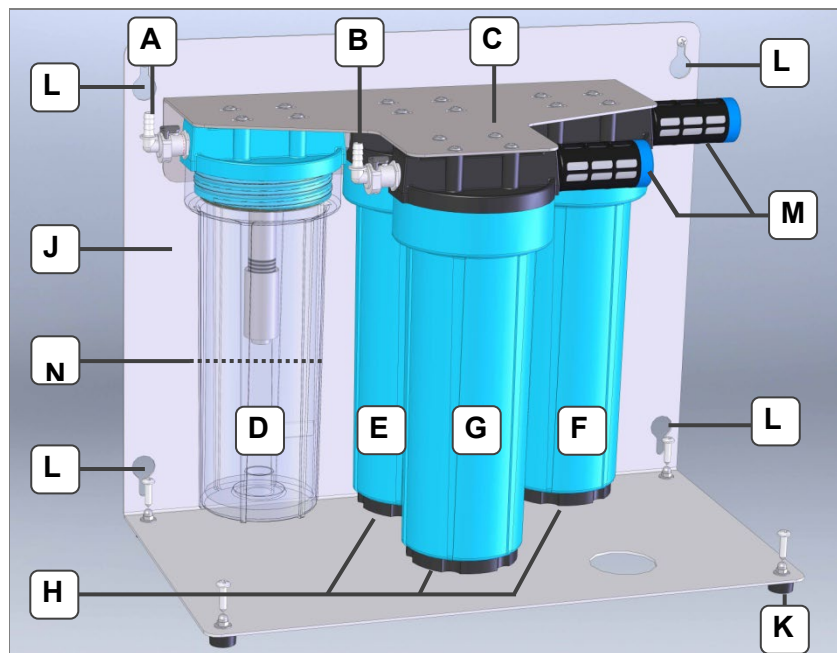

Abb. 14.1.1 Aktivkohleeinheit stehend
Nach Sicht, spätestens wenn der Füllstand des abgeschiedenen Lösemittels bis auf ca. 20 mm unterhalb des Filters im Kondensatabscheider angestiegen ist (*Abb. 14.1.1.N*).
- Hängen Sie das Halteblech (C) aus dem Grundträger (J).
- Öffnen Sie nacheinander die Verschlussschraube (*Abb. 14.1.1.H*) der Aktivkohlepatronen.